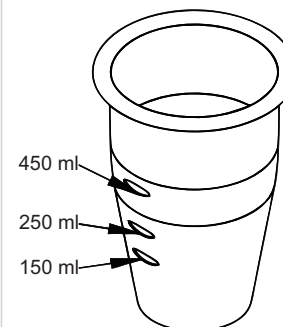

figura 1
- O volume máximo de líquido a ser processado, não deverá ultrapassar a última marcação do copo, equivalente ao volume de 450 ml, sob o risco de transbordamento ao ligar o equipamento. A primeira marcação equivale ao volume de 150 ml, se refere ao nível mínimo de líquido processável pelo equipamento. **Verificar figura 1**